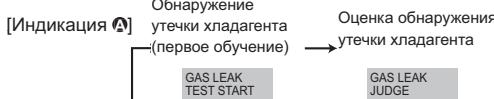

Fig. 8-2
- Нажмите кнопку **CLOCK** (▼) и выберите [GAS LEAK TEST START] (ЗАПУСК ПРОВЕРКИ УТЕЧКИ ГАЗА). (Fig. 8-2)